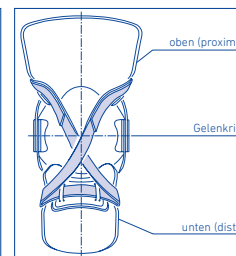

Abb. 4: Hintere Schublade
- Der Kreuzgurt wird um 180° verdreht in die Polsterlaschen eingefädelt. Nach Durchziehen durch die Befestigungslaschen am distalen (unteren) Gelenkring kreuzförmig nach proximal (oben) führen und dort befestigen (Abb. 4).